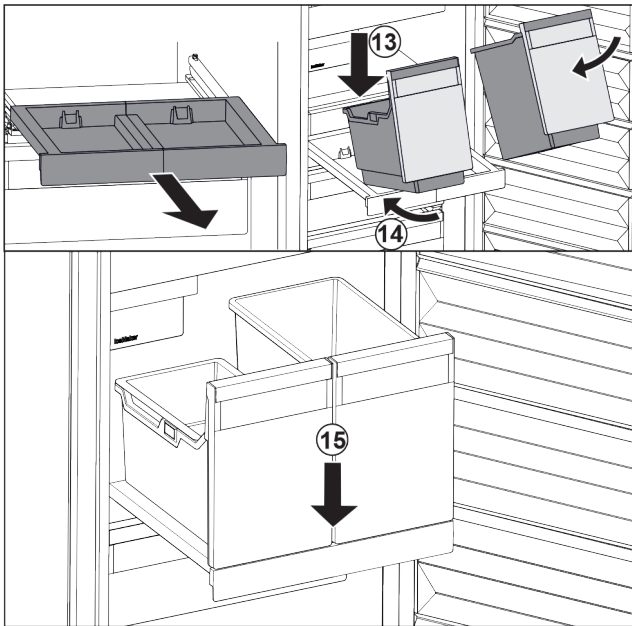

Fig. 129
- ▶ Bak schuin op het uitschuifplateau plaatsen. Fig. 129 (13)
- ▶ Bak er schuin naar achteren inschuiven. Fig. 129 (14)
- ▶ Bak aan voorzijde neerzetten. Fig. 129 (15)